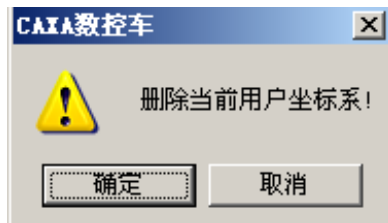

图 3-27 删除坐标系
(1) 单击【删除】一项，弹出如图 3-27 所示的对话框。